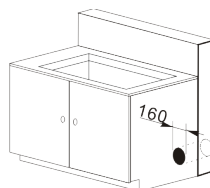

**Imagen 2**
3. Aplique la tira de sellado al borde inferior de la placa, dejando un espacio de unos 3 mm entre la tira y el borde del cristal. Aplique el producto de sellado en toda la circunferencia. Corte el exceso y una los dos extremos de la tira (véase la imagen 2).